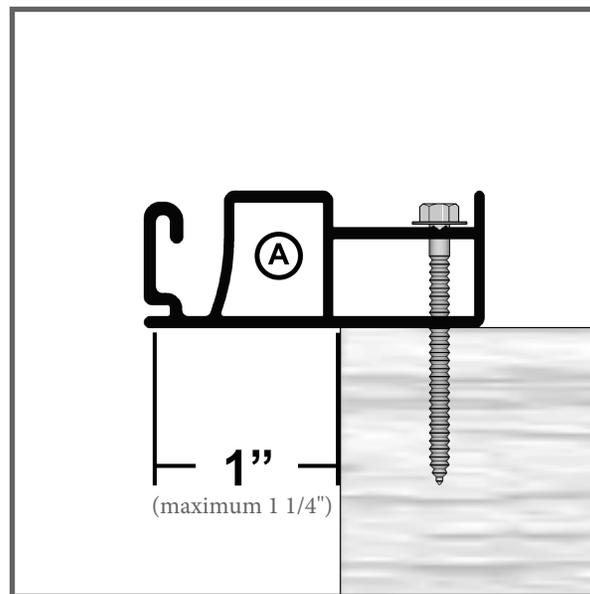

FIGURE 2
- Début du plancher : positionner la pièce "A" en porte à faux avec un débordement de 1" (max 1 1/4") parallèlement au fascia du balcon. (figure2)
- En vous assurant de bien placer la pièce "A" à l'équerre, fixer aux solives à l'aide de vis à tête hexagonale #12 - 1 1/2" en pointant la ligne de vissage prévue à cet effet. (figure2)
- Fixer tout le long de la planche au 16" ou au milieu des solives lorsqu'elles croisent la ligne de vissage. (figure2)